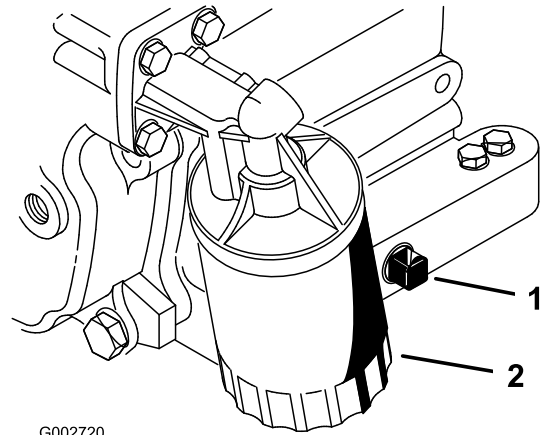

图 26
2. 拆下排油塞图 26 让油流入放油盘。油不再流时安装排油塞。
3. 拆下机油滤芯图 26。